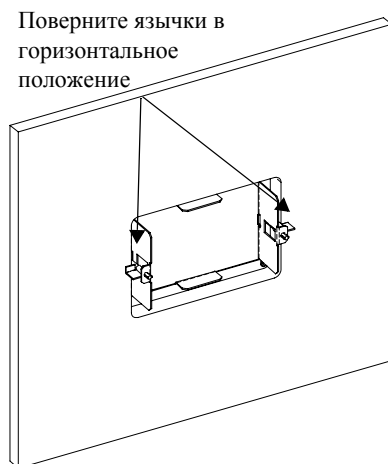

Рис. 2-5 Крепление монтажной пластины
4. Закрепите монтажную пластину, закрутив два винта так, чтобы язычки повернулись в горизонтальное положение (см. Рис. 2-5), и притяните язычки к внутренней поверхности стены. Будьте осторожны, чтобы не перетянуть винты и не повредить стену.